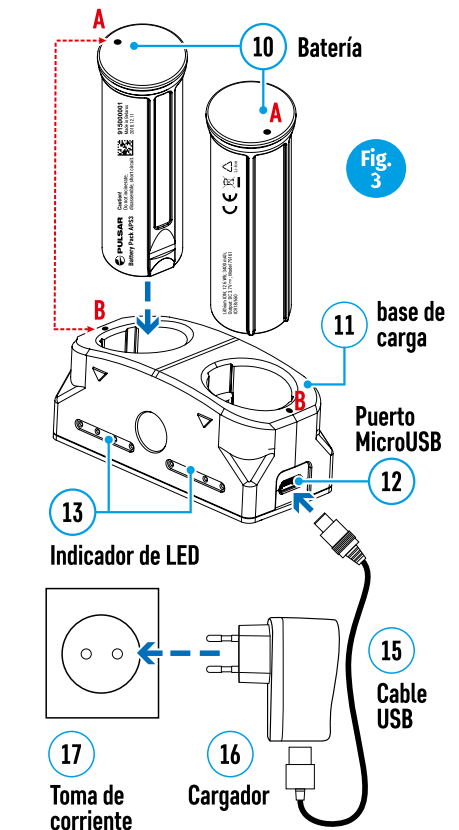

Fig. 3
#### Opción 2 (Fig.3):
- Inserte la batería recargable (10) suministrada con su dispositivo, o comprada por separado, totalmente a lo largo del carril de guía hasta la ranura del cargador APS (11) (véase Fig. 3).
- Conecte el conector microUSB del cable USB (15) en el conector microUSB del cargador de red (16). Enchufe el dispositivo a una toma de corriente de 100-240 V (17).
- Conecte el segundo conector del cable microUSB a la toma (12) del cargador de red (11).
- El indicador LED (13) se encenderá.